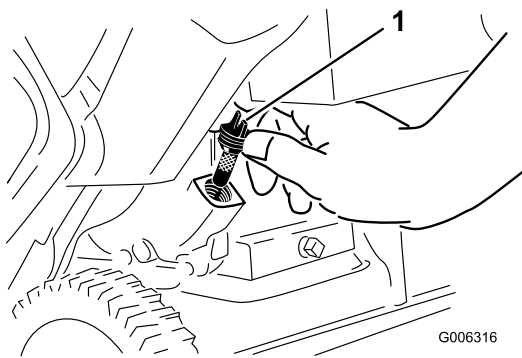

Figure 29
6. Nettoyez la surface autour du bouchon de remplissage (Figure 29).
7. Dévissez et retirez le bouchon de remplissage (Figure 29).